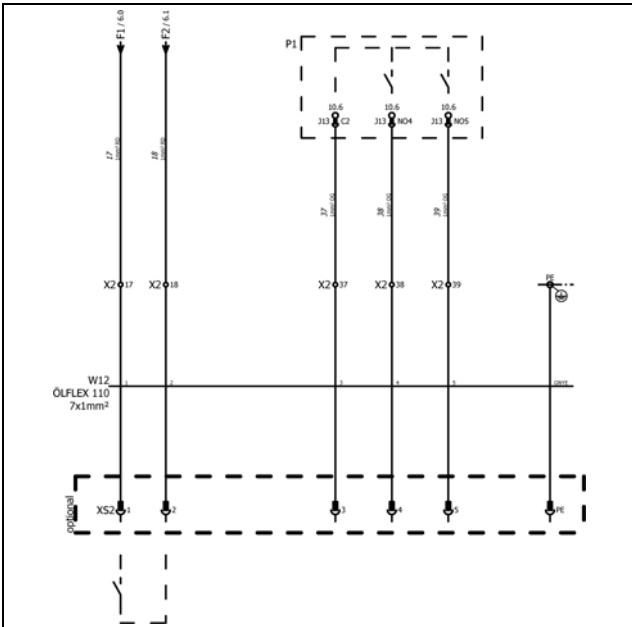

Рис. 30: Системное сообщение
- Подключите соответствующие жилы кабеля подключения согласно электрической схеме (рис. 30) к системе управления.